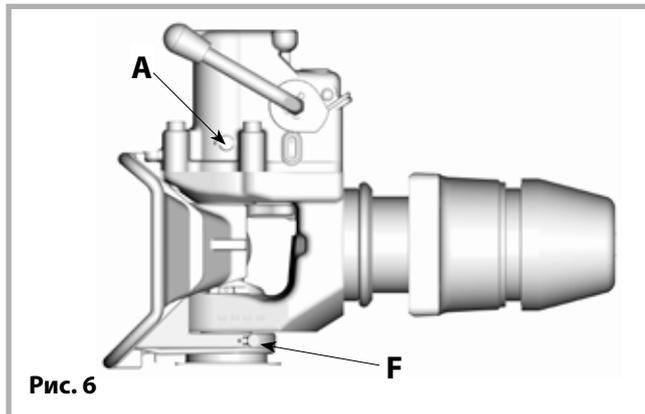

Рис. 6
- В тяжелых условиях эксплуатации, сильного воздействия грязи и воды досмазать автоматический блок **при открытом сцепном устройстве через смазочный ниппель (A)** (см. рис. 6):